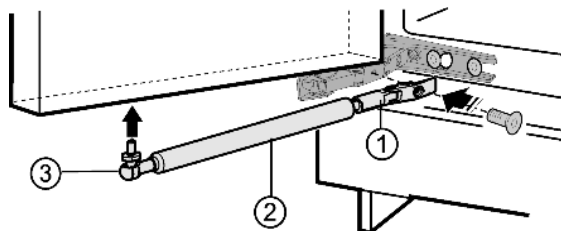

Fig. 5
- ▶ Desatornille el soporte Fig. 5 (1).
- ▶ Atornille la rótula esférica Fig. 5 (3) junto con el amortiguador de cierre Fig. 5 (2) en el orificio de sujeción.